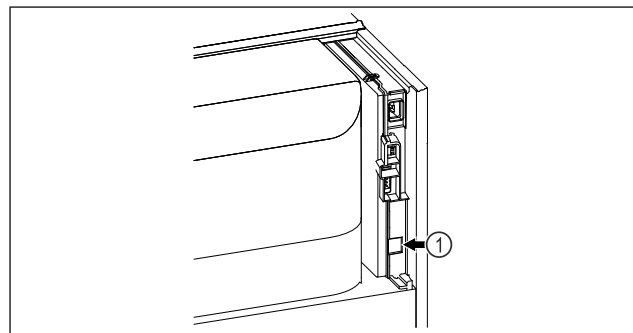

Fig. 171
- SmartModule Fig. 171 (1) on sisse pandud.